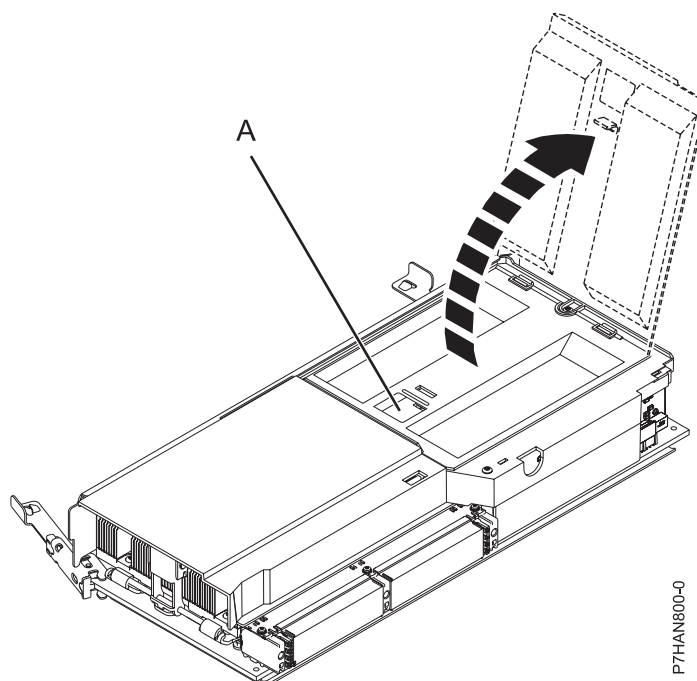

Figure 4. Retrait d'un module de mémoire
10. Déverrouillez le capot du module de mémoire en abaissant le taquet de verrouillage (**A**) (voir la figure 4). Soulevez le capot pour accéder aux modules de mémoire.